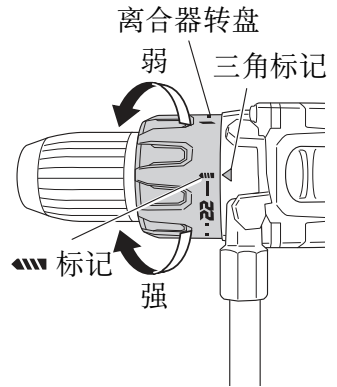
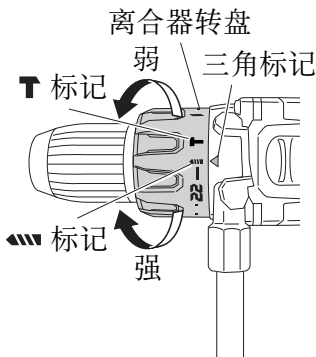

图 11
图 13
7. 确认离合器转盘的位置 (请参照图 11)
<DV18DBL2> (请参照图 13)
(2) 旋紧转矩的指示(请参照第15页的图 11 和图 13)
(3) 调节旋紧转矩(请参照第15页的图 11 和图 13)